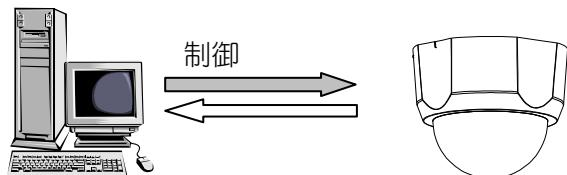

図 16-1 ユニキャストについて
- (1) 図 16-1に示すように、カメラと接続機器が 1対 1 で通信する方式です。
- (2) 複数箇所での監視は出来ません。